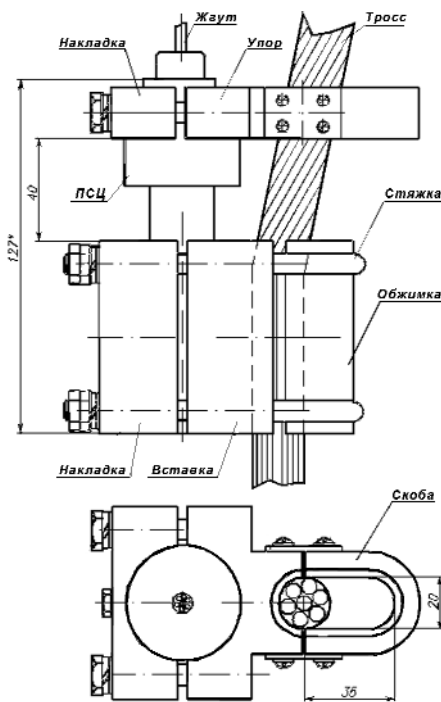

Рис. 5. Схема датчика ДУКЦ
2. Приборы, использующие цифровой датчик усилия на канат ДУКЦ (рис. 5).